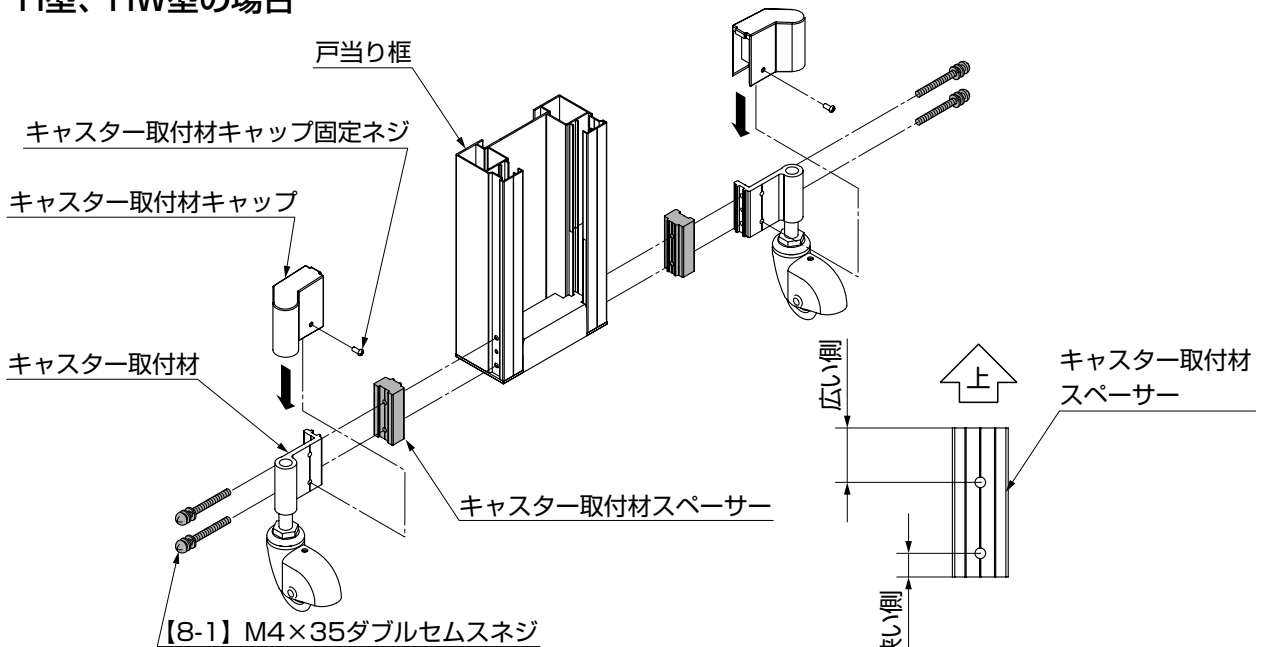
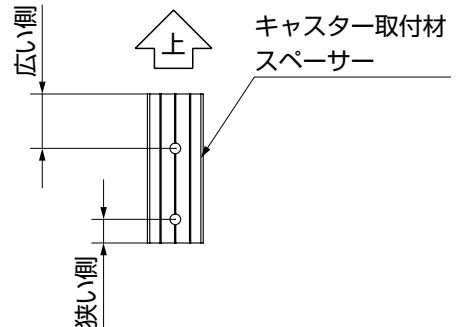

図10-3
図10-4
- ①「キャスター取付材キャップ固定ネジ」を外し、「キャスター取付材キャップ」を外してください。
- ②「キャスター取付材」を外し、「キャスター取付材スペーサー」を「キャスター取付材」と「枠」の間に挿入して【8-1】でネジ止めしてください。(図10-3、図10-4参照)
- ③①で外した「キャスター取付材キャップ」を取付けて、「キャスター取付材キャップ固定ネジ」で固定してください。(図10-3参照)